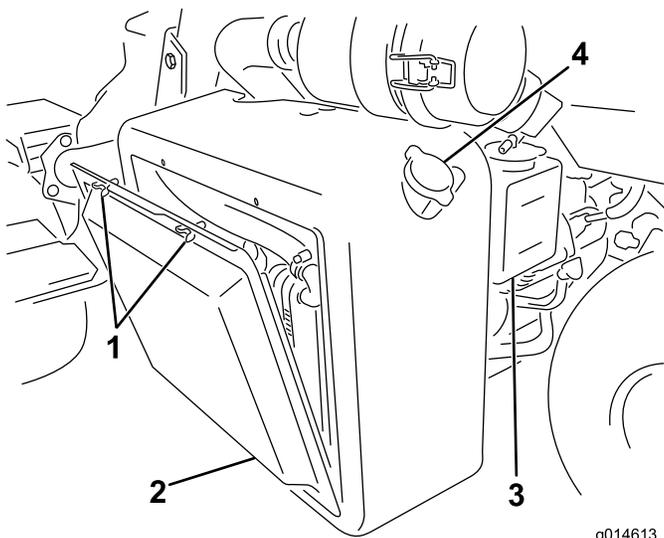
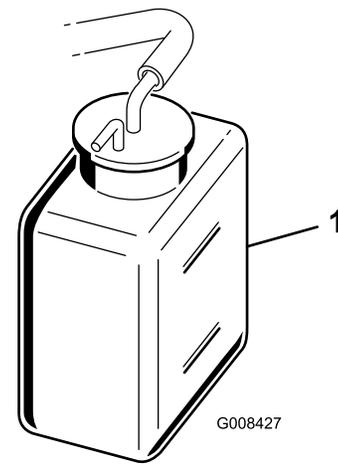

Bild 44
Bild 45
1. Entfernen Sie das Gitter (Bild 44).
2. Prüfen Sie den Kühlmittelstand (Bild 44 und Bild 45).